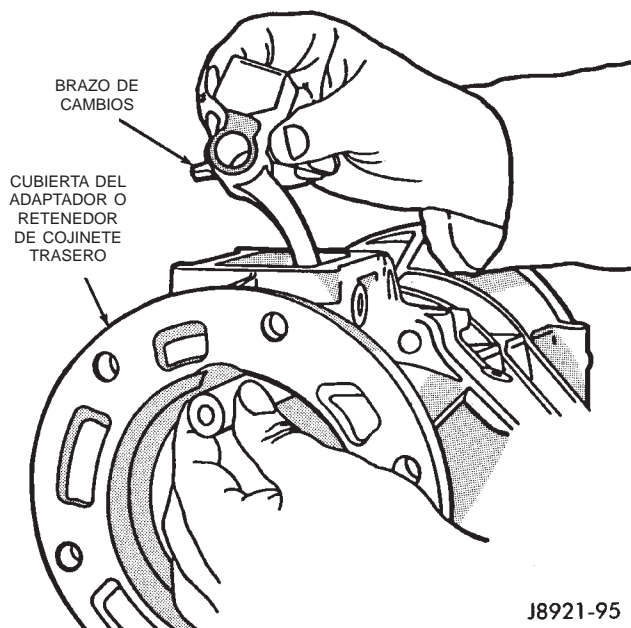

Fig. 40 Instalación del eje del brazo del cambiador
(11) Introduzca el eje del brazo del cambiador en el orificio de la parte posterior de la caja del adaptador/retenedor. Alinee el brazo de cambios y el eje del brazo del cambiador e inserte el eje del brazo del cambiador a través del brazo del cambiador y dentro de la parte delantera de la caja del adaptador/retenedor (Fig. 40).